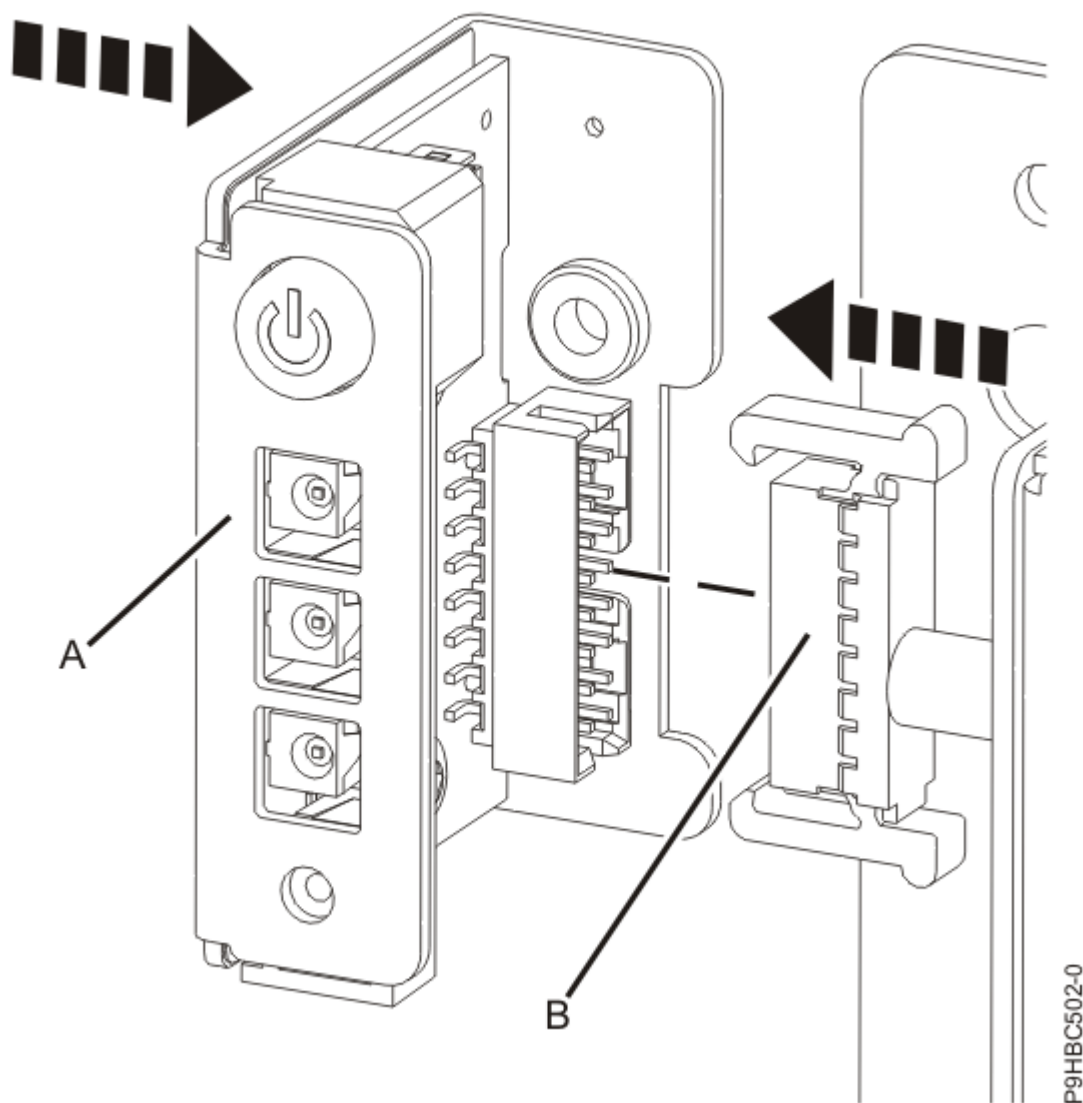

Figura 11. Connexió del panell de control i del cable
2. Connecteu el panell de control **(A)** al cable del panell de control **(B)** tal com es mostra a la Figura 11 a la pàgina 13.